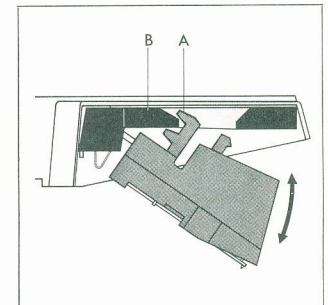

Fig. 3
Coja la cápsula con los dedos pulgare indice de la mano derecha, incline aquélla diagonalmente e introduzcala en el cabezal del brazo fonocaptor de tal forma, que los nervios-guia (A) de la celula encajen totalmente con las entalladuras del cabezal (B) previstas a efecto. A continuación, presione la celula hacia atrás y ligeramente hacia arriba, hasta que quede fijada (Fig. 3). El nuevo sistema de anclaje entre cápsula y brazo hace innecesario el uso de tornillos, separadores y tuercas en el montaje. Y, lo más importante: al fijar el fonocaptor en el portacápsulas se ajusta automáticamente el lugar geométrico ideal de la aguja.